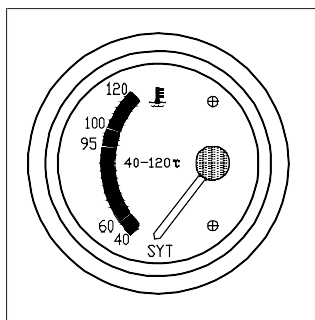

Figura 3-9 Temperatura do fluido de arrefecimento do motor no termômetro de água
- 1) Verifique a temperatura do fluido de arrefecimento do motor via termômetro de água, como mostrado na Figura 3-9.